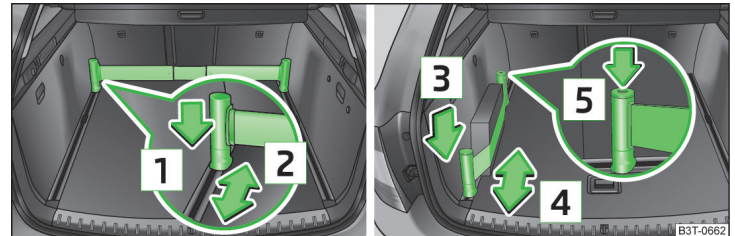

Abb. 116 Teleskopstange und Spanngurt
- Den oberen Teil des Halters in Pfeilrichtung **1** drücken » Abb. 116 und gleichzeitig in die gewünschte Position in Pfeilrichtung **2** schieben.
- Den Halter in Pfeilrichtung **3** drücken » Abb. 116 und gleichzeitig in die gewünschte Position in Pfeilrichtung **4** schieben.
- Der Spanngurt kann durch Drücken der Taste **5** auch vollständig aufgerollt werden » Abb. 116.